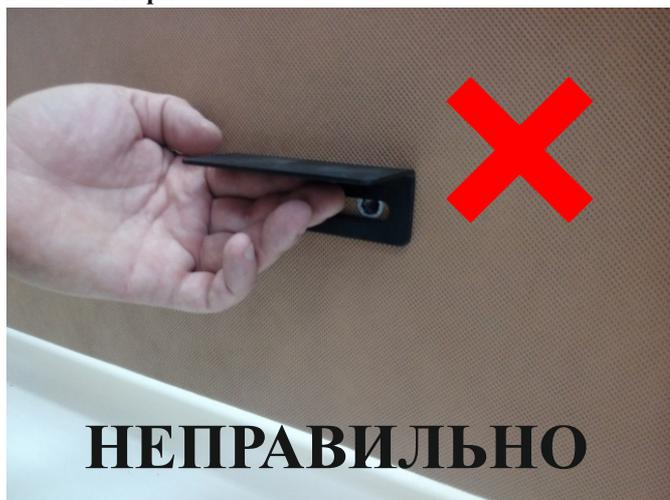

рис. 5
6. Установите на каждую царгу кровати (дет. 2) по три опорных уголка (Ф-6), закрепите с помощью винтов (Ф-1) так, как это показано на рис. 5.